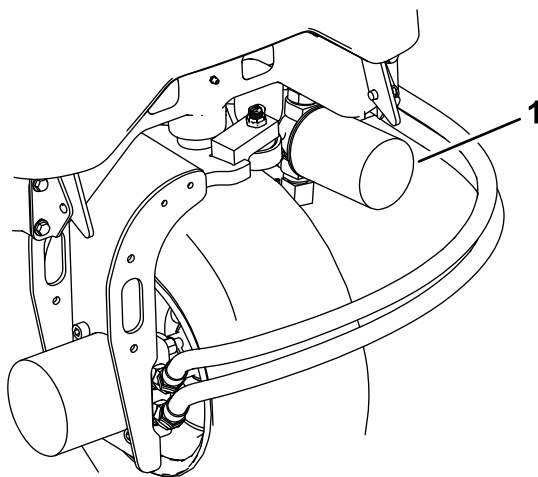

Рисунок 68
2. Отсоедините гидропровод или снимите гидравлический фильтр и дайте гидравлической жидкости стечь в сливной поддон (Рисунок 68 и Рисунок 66).
3. Очистите область вокруг места крепления фильтра и установите сливной поддон под фильтр (Рисунок 68).